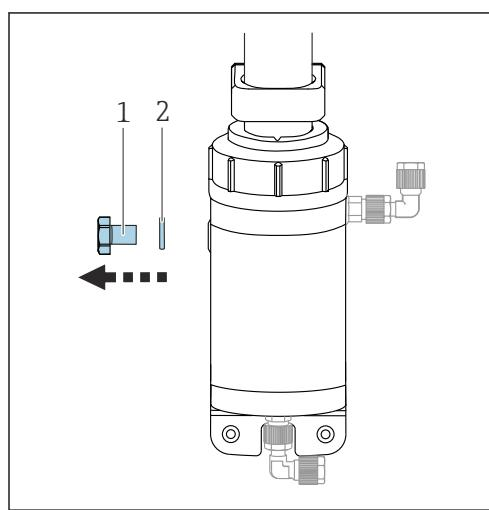
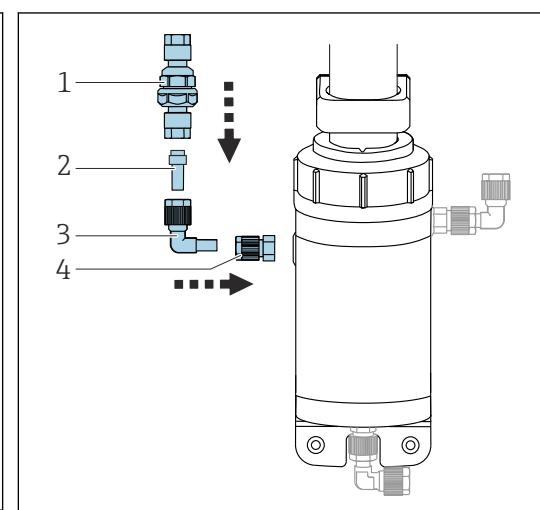
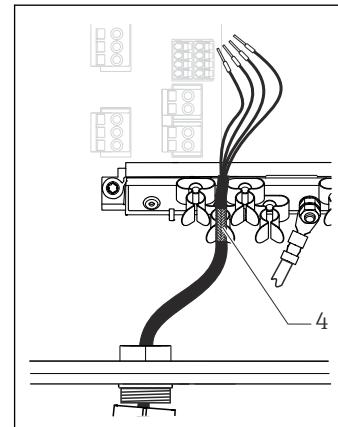

图 15 准备清洗连接
图 16 安装清洗连接
图 20 将电缆安装在接地夹中
2. 拆除锁紧螺丝和 O 型圈→ 图 15, 图 20。
3. 将软管接头安装到清洗连接上并进行固定→ 图 16, 图 20。
4. 在软管接头上安装直角接头、接头和单向阀→ 图 16, 图 20。